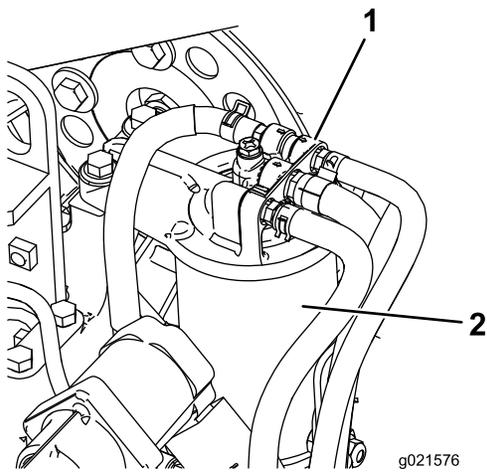

Рисунок 79
1. Очистите поверхность вокруг головки топливного фильтра (Рисунок 79).
2. Снимите фильтр и очистите монтажную поверхность головки фильтра (Рисунок 79).